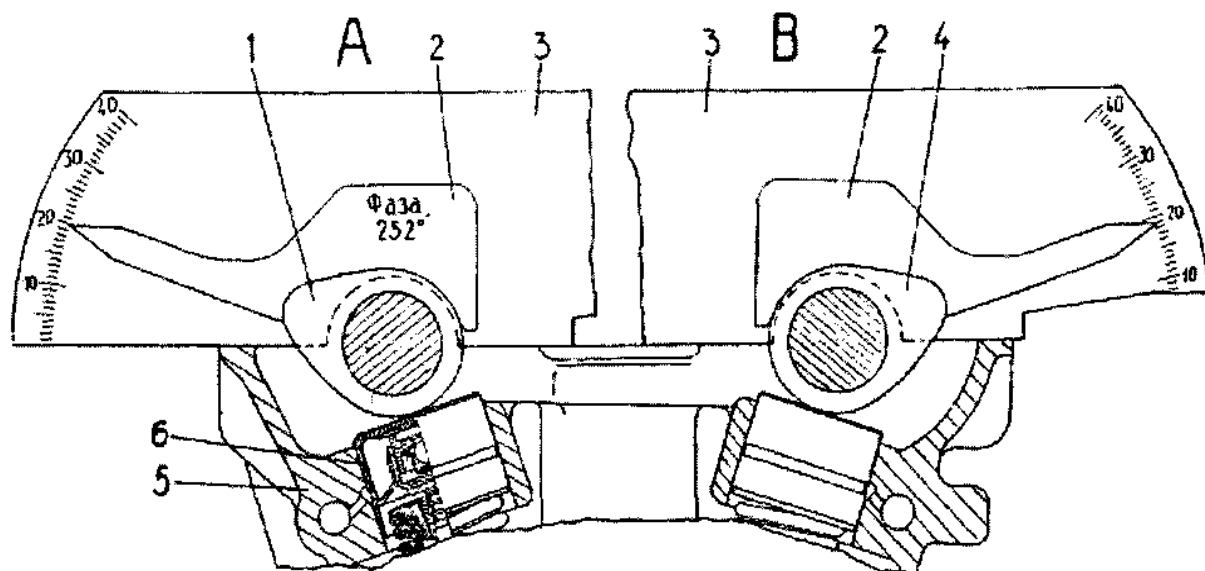

Рисунок 67. Проверка углового положения распределительных валов:
2. Установить транспортер 3 (рис.67) за первым кулачком распределительного вала впускных клапанов - вид «А». Прижимая транспортер 3 к верхней плоскости головки цилиндров 5, приложить и плотно прижать шаблон 2 к поверхности первого кулачка. При этом стрелка шаблона должна показывать на транспортере угол: